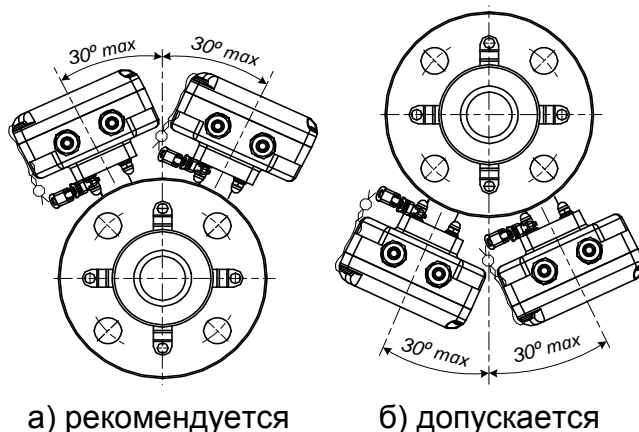

Рис.3. Расположение измерительного блока ЭМР при монтаже.
3.2.5. При монтаже в горизонтальный или наклонный трубопровод рекомендуется располагать ЭМР измерительным блоком (ИБ) кверху (рис.3а). Угол отклонения оси стойки ИБ от вертикальной плоскости, проходящий через ось трубопровода, не должен превышать 30°.
- 3.3.4.1. Установить расходомер таким образом, чтобы ось стойки блока измерения располагалась в вертикальной плоскости с отклонением не более 30° (см. рис.3), а стрелка на ППР совпадала с направлением потока жидкости.